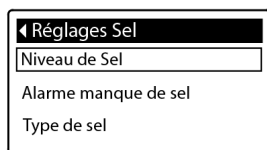

FIG.25
3. Appuyez sur SELECT (O) pour afficher le menu Réglages sel (Figure 25).
7. Appuyez sur SELECT (O). L'affichage reviendra au menu Réglages sel (Figure 25).